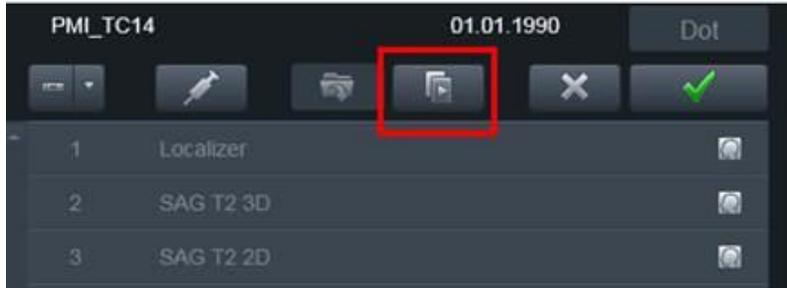

Abbildung 68: Vorlagenschaltfläche „Vorlage ausführen“ in Access-I der MR-Konsole
3. MRT-MTRA: Doppelklicken Sie auf die AX THERM-Vorlage, um sie erneut zu bearbeiten. Klicken Sie auf **Vorlage ausführen** (Abbildung 68).
- MRT-MTRA: Führen Sie AX THERM auf dem MR-Host aus, indem Sie auf die Schaltfläche **Vorlage ausführen** (Abbildung 68) klicken.